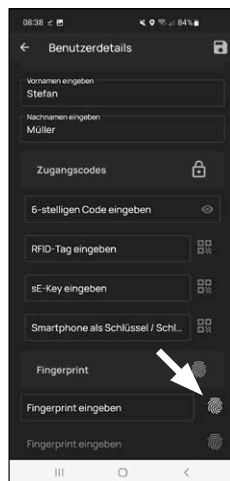

Fig. 5
- 7 Se dispuser de um teclado de impressões digitais (por exemplo, *ENTRY 7712 FP*), pode guardar um dedo como meio de abertura neste parágrafo. Encontrará instruções sobre como configurar isto nas instruções do respetivo item (Fig. 5).